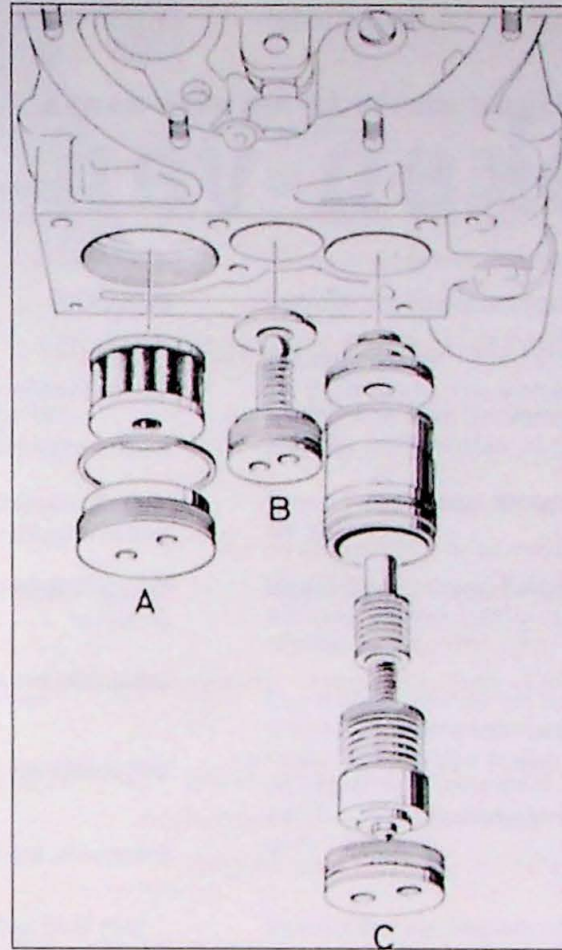

Fig. 7.31. Montage fijnfilter (A), terugslagklep oliepomp (B) en reduceerventiel (C).
1. Monteer het fijnfilter. Monteer de onderdelen van het reduceerventiel in deze volgorde: sluitplaatje, cilinder, kleine zuigereenheid, lagedruk-veer, grote zuigereenheid en de plug (Fig. 7.31).